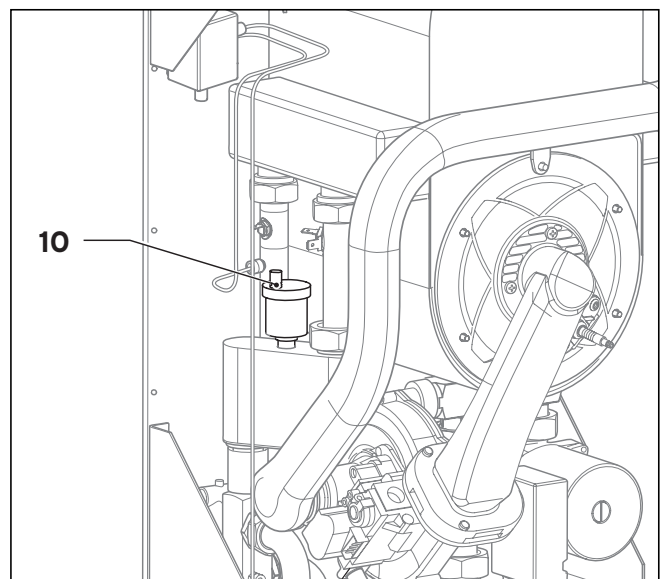

Fig. 5.1 Aerisirea aparatului
- Deschideți căpăcelul aerisitorului intern al aparatului (1) (fig. 5.1).